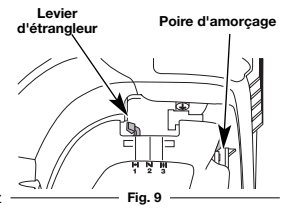

Fig. 9
3. Pressez et relâchez la poire d'amorçage à 10 reprises, lentement. Une certaine quantité de carburant devrait être visible dans la poire d'amorçage et les conduites de carburant (Fig. 9). Si vous n'apercevez pas de carburant dans la poire, pressez et relâchez la poire autant de fois que nécessaire jusqu'à ce que vous aperceviez du carburant dans cette dernière.
4. Mettez le levier d'étranglement en **Position 1** (Fig. 9).
6. Mettez le levier d'étranglement en **Position 2** (Fig. 9).
9. Mettez le levier d'étranglement en **Position 3** (Fig. 9). La machine est prête à être utilisée.